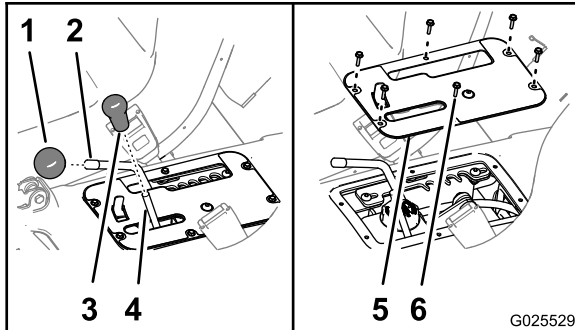

Figura 70
1. Retire los pomos de la palanca de elevación hidráulica y la palanca de intervalos de velocidad (Figura 70).
2. Retire los 6 tornillos de cabeza hexagonal con arandela prensada (#10 x 3/4") que sujetan la tapa del panel de control a la base del asiento, y retire la tapa del panel (Figura 70).
6. Alinee los taladros de la tapa del panel de control con los taladros de la base del asiento (Figura 70).
7. Sujete la tapa a la base con los 6 tornillos de cabeza hexagonal con arandela prensada (Figura 70) que retiró en el paso 2.
8. Enrosque los pomos en las varillas de la palanca de elevación hidráulica y la palanca de intervalos de velocidad (Figura 70).
2. Retire los pomos de la palanca de elevación hidráulica y la palanca de intervalos de velocidad (Figura 70).
control a la base del asiento, y retire la tapa del panel (Figura 70).
9. Alinee los taladros de la tapa del panel de control con los taladros de la base del asiento (Figura 70).
10. Sujete la tapa a la base con los 6 tornillos de cabeza hexagonal con arandela prensada (Figura 70) que retiró en el paso 3.
11. Enrosque los pomos en las varillas de la palanca de elevación hidráulica y la palanca de intervalos de velocidad (Figura 70).